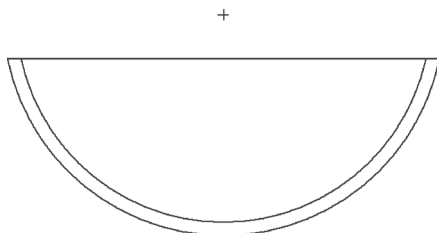

图 2-10 绘制直线
STEP 04 在右上方合适的位置处单击鼠标左键，绘制直线，单击鼠标中键结束操作。效果如图 2-10 所示。